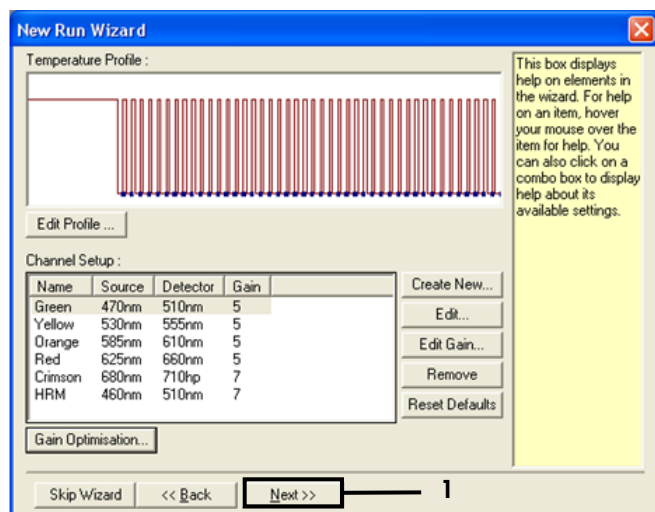

Figura 32. "Next" (Siguiente) (1).
15. Haga clic en "Next" (Siguiente) (figura 32) para guardar el molde del kit *therascreen* EGFR RGQ PCR (archivo \*.ret) en una ubicación adecuada. Para ello, seleccione "Save Template" (Guardar molde).